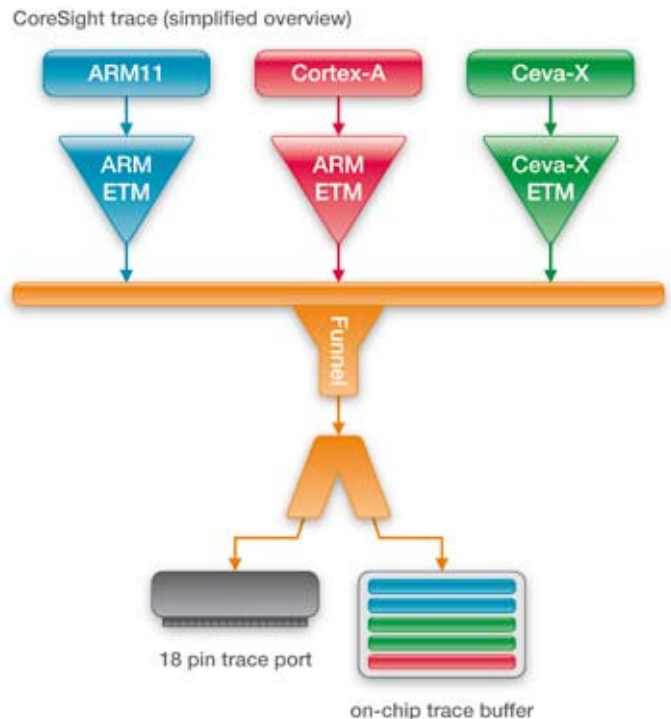

図18: 各コアはそれぞれ独自のトレース情報を生成
- Ceva-X 用の Ceva-X ETM (図 18 も参照)